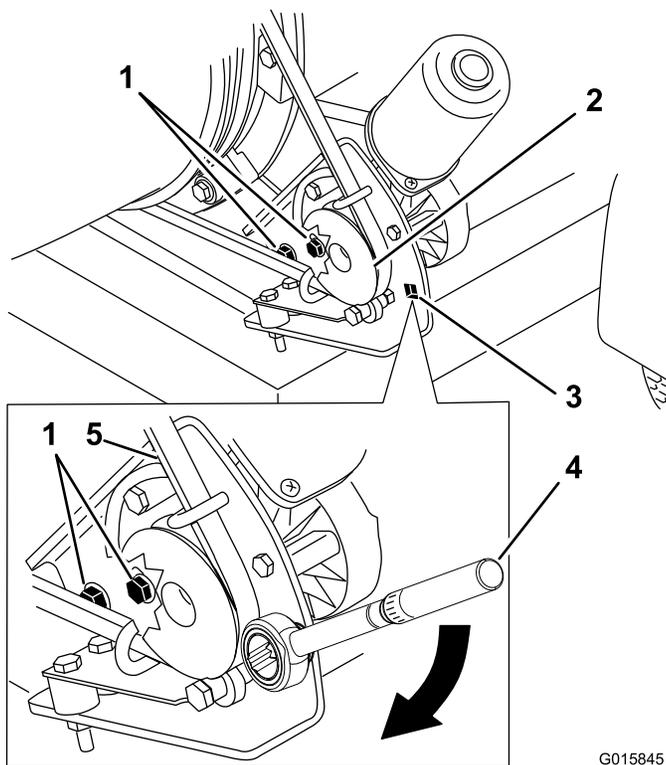

Figura 30
1. Desaperte os parafusos que fixam o suporte de montagem da polia ao chassis do soprador (Figura 30).
2. Coloque uma chave dinamométrica no suporte de montagem da polia (Figura 30).
3. Rode o suporte de montagem da polia afastando-o do bico até que chave indique 22,6–26,0 N·m (Figura 30).